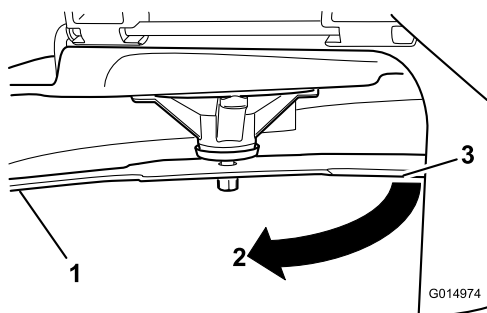

Bild 62
3. Zwischen Messer und Oberfläche gemessener Abstand (A)
4. Drehen Sie dasselbe Messer um 180 Grad, sodass die andere Schnittkante jetzt in derselben Stellung ist (**Bild 62**).